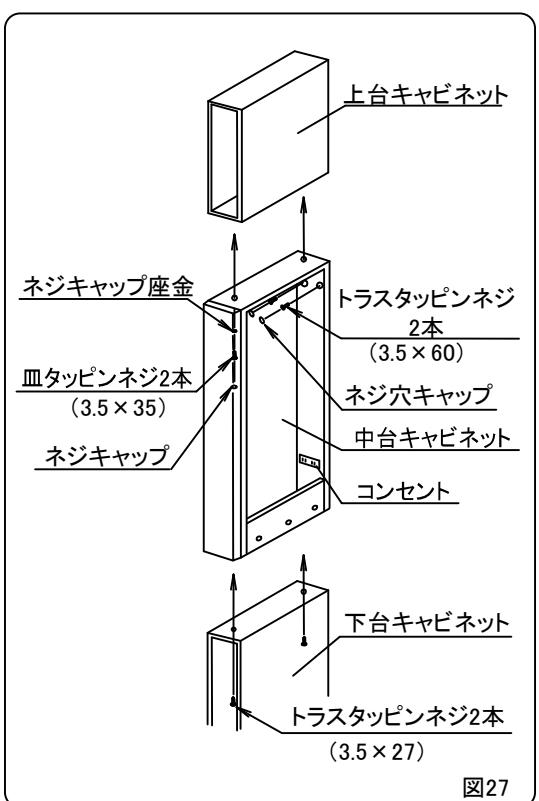

図27
- ④下台キャビネットに中台キャビネットを乗せ、両キャビネットの前面側面を合わせてネジ(トラスタッピンネジ3.5×27)で連結してください。(図27)
- ④中台キャビネット後板上方の壁面取付け用下穴よりネジ(トラスタッピンネジ3.5×60)2本で固定してください。(P.17 図27)
- ⑤中台キャビネットの後板の壁面取付け用下穴にネジ穴キャップをはめ込んでください。(P.17 図27)
- ⑥棚板を設置してください。(P.6 (6) 参照)
- ⑦下台キャビネットの扉を元通りにセットしてください。